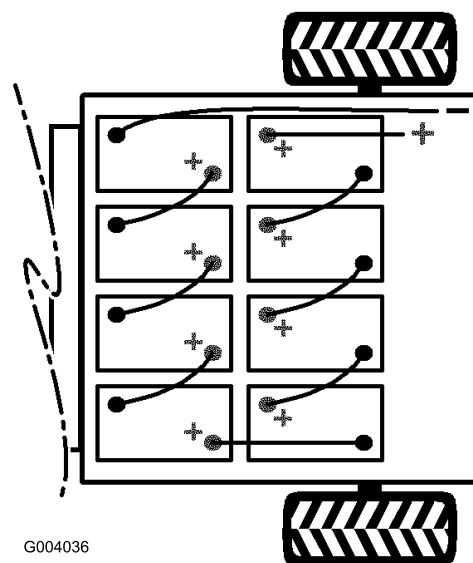

Figura 28
2. Scollegate dal polo della batteria il cavo nero, lungo, negativo principale che collega la serie di batterie al veicolo (Figura 28).
3. Scollegate dal polo della batteria il cavo rosso, lungo, positivo principale che collega la serie di batterie al veicolo (Figura 28).
Nota: Prestate attenzione alla polarità delle batterie quando montate le batterie nuove (Figura 28).
9. Collegate tutte le batterie utilizzando i cavi precedentemente scollegati, come illustrato in Figura 28.
10. Collegate il cavo rosso, lungo, positivo principale tra la serie di batterie ed il veicolo (Figura 28).
11. Collegate il cavo nero, lungo, negativo principale tra la serie di batterie ed il veicolo (Figura 28).